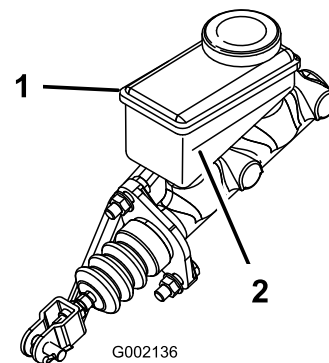

**Figure 64**
4. Soulevez le capot pour accéder au maître-cylindre de frein et au réservoir (Figure 64).
- A. Nettoyez la surface autour du bouchon du réservoir et enlevez le bouchon (Figure 64).
- C. Remettez le bouchon du réservoir (Figure 64).